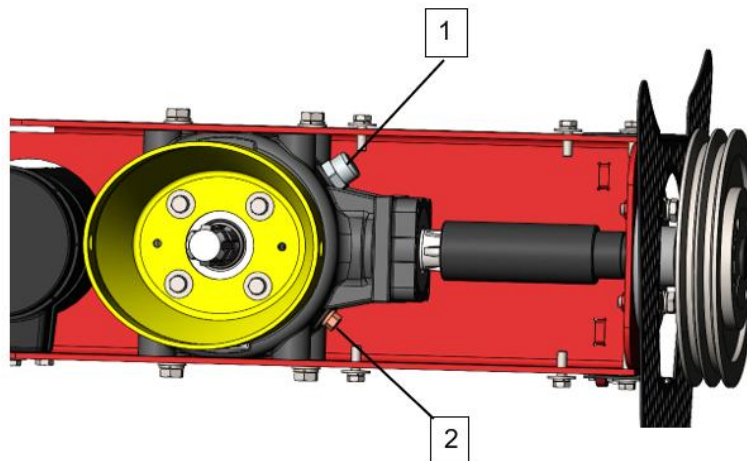

Fig. 14
4. Verwijder de ontluchter (1) (Fig. 14).
5. Verwijder de olie door middel van een zuigpomp of plaats een opvangbak van voldoende capaciteit (meer dan 2,5 liter / 0,66 gall) onder de aftapplug (2) en verwijder de plug.
7. Plaats de aftappug terug (2).
8. Vul de tandwielkast via de ontluchter met de in het onderhoudsschema vermelde hoeveelheid en soort olie (1).
9. Plaats de ontluchter terug (1).